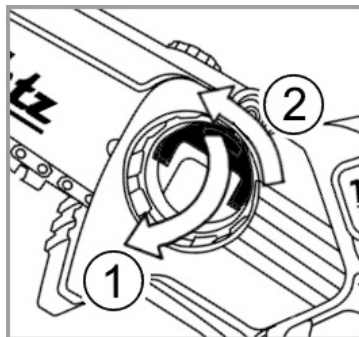

Рисунок 2
- переконайтеся, що акумуляторна батарея (12) від'єднана;
- відкрийте відкидну ручку фіксатора (10), як показано на рисунку 2 (дія 1);
- послабте фіксатор (10), прокрутивши його проти годинникової стрілки на 1-2 оберти (дія 2, рисунок 2);